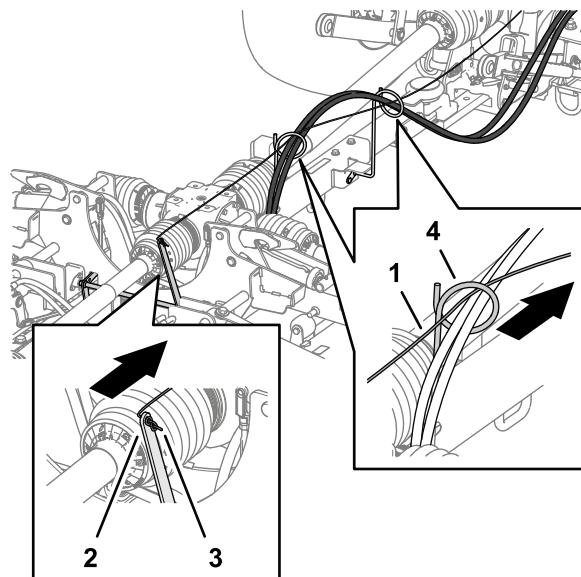

Bild 12
2. Verlegen Sie das freie Ende des Sicherungsseils des Mähwerks vom Sperrhebel durch die beiden Schlauchführungen (Bild 12).